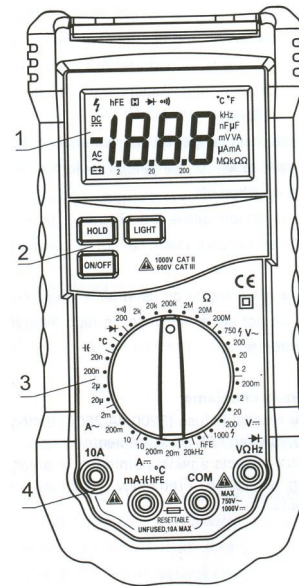

Рис. 1
1.1 Передняя панель прибора (рис. 1)